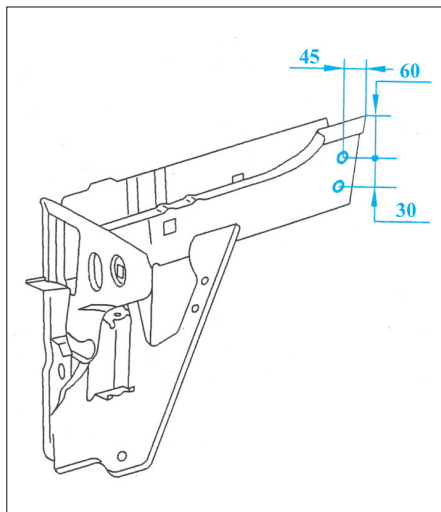

FIG. 24
- Tracer puis percer à Ø 6,5 mm pour soudage ultérieur par points bouchons (Fig.24).